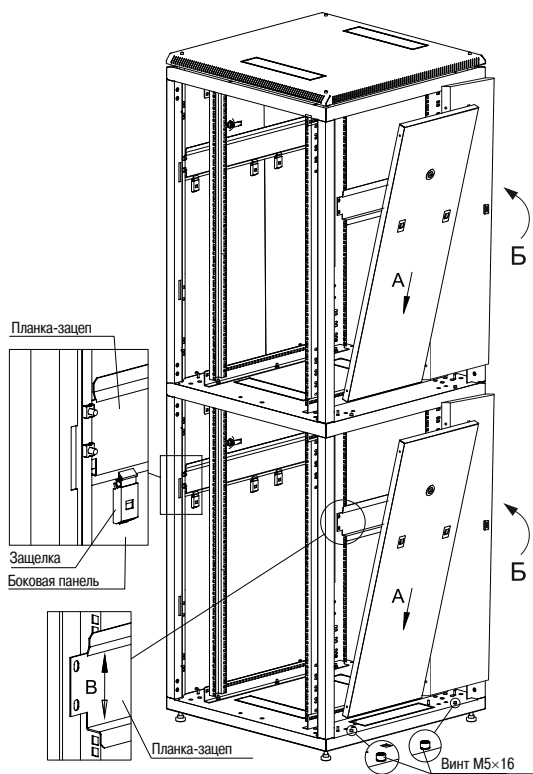

Рисунок 8 – Установка панели боковой в шкаф
4.3.2 Для установки панели в шкаф состыкуйте посадочные круглые отверстия на нижней части панели с винтами на основании (действие А), защелкните панель, одновременно нажав на замки-защелки (действие Б), переведите язычок замка в положение «закрыто» (рисунок 8).
4.3.3 Для установки остальных панелей повторите действия, указанные в 4.3.2 (рисунок 8).